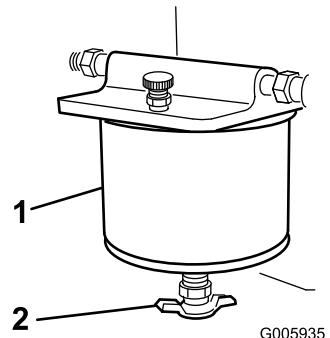

Bild 32
4. Schrauben Sie das Ablassventil auf, bis das Wasser aus dem Filter läuft (Bild 32).